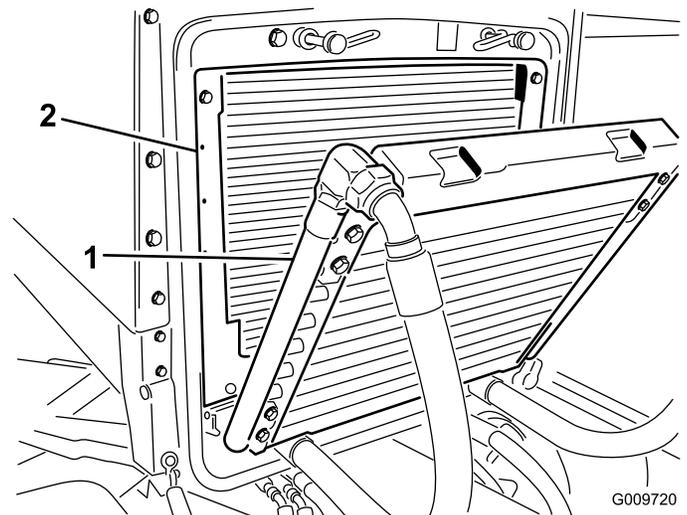

Figure 78
3. Basculez le refroidisseur d'huile en arrière. Nettoyez soigneusement les deux côtés du refroidisseur et la surface autour du radiateur (Figure 78) à l'air comprimé. Commencez par l'avant et soufflez les débris vers l'arrière. Nettoyez ensuite en soufflant de l'arrière vers l'avant. Répétez cette procédure plusieurs fois jusqu'à ce qu'il ne reste plus aucun débris.